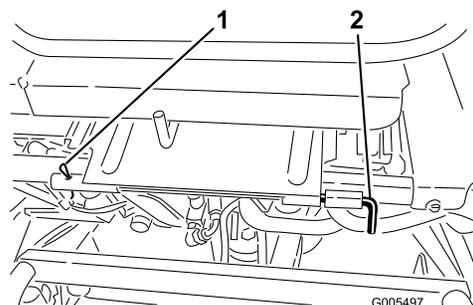

Figure 25
3. Abaissez le siège et retirez la goupille cylindrique qui fixe la tige de pivot du siège au cadre (Figure 25).